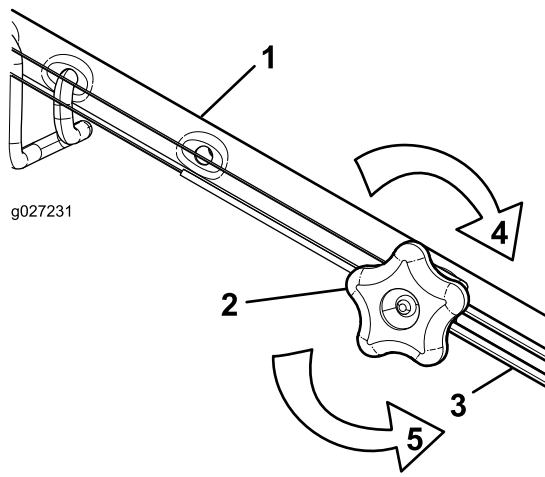

Figure 37
- Tournez l'écrou de réglage dans le sens antihoraire pour desserrer le réglage du câble (Figure 37).
2. Ajustez la tension du câble (Figure 37) en le tirant en arrière ou en le poussant en avant puis en le maintenant à cette position.